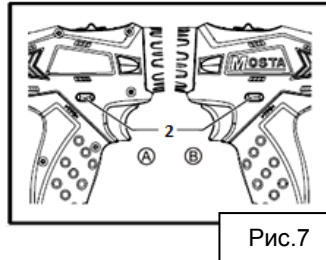

Рис.7
направления вращения (2; установить направление патрона, а также служит для случайного пуска. Для установки вращения по нажмите кнопку на стороне установки вращения против на стороне В (рис.7).
Реверсивный переключатель (рис.7) позволяет изменить направление вращения инструмента. часовая стрелка А (рис.7), для часовой стрелки –
- Установите требуемое направление вращения при помощи переключателя (2, рис. 1, рис. 7).